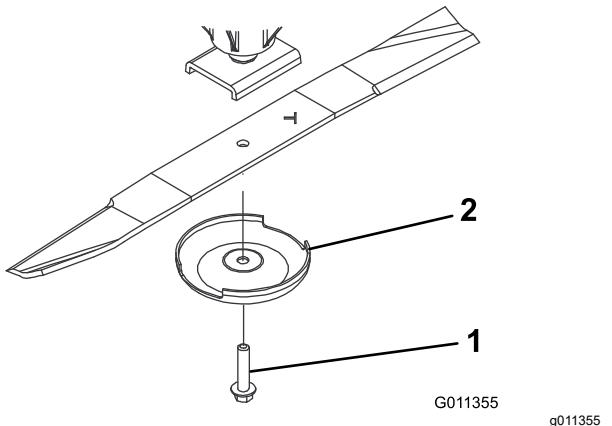

Figura 72
3. Afferrate l'estremità della lama utilizzando un panno o un guanto imbottito e rimuovete il bullone della lama, la coppa antistrappo e la lama dall'asse del fuso (Figura 72).
4. Montate la lama con la costa rivolta verso il piatto di taglio, servendovi della coppa antistrappo e del bullone della lama (Figura 72).